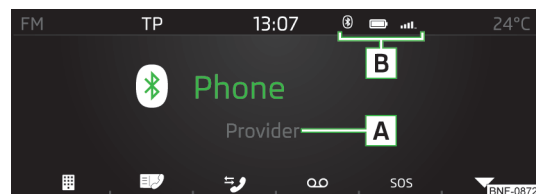

Fig. 111
- ▶ En el menú principal **Teléfono** pulse la tecla de función » **fig. 111 de la pág. 89.**
- ▶ Para **visualizar**, pulsar en el menú principal **Teléfono** la tecla de función » **fig. 111 de la pág. 89.**
- En el menú principal **Teléfono** pulse la tecla de función » **fig. 111 de la pág. 89.**
- Para **visualizar**, pulsar en el menú principal **Teléfono** la tecla de función » **fig. 111 de la pág. 89.**